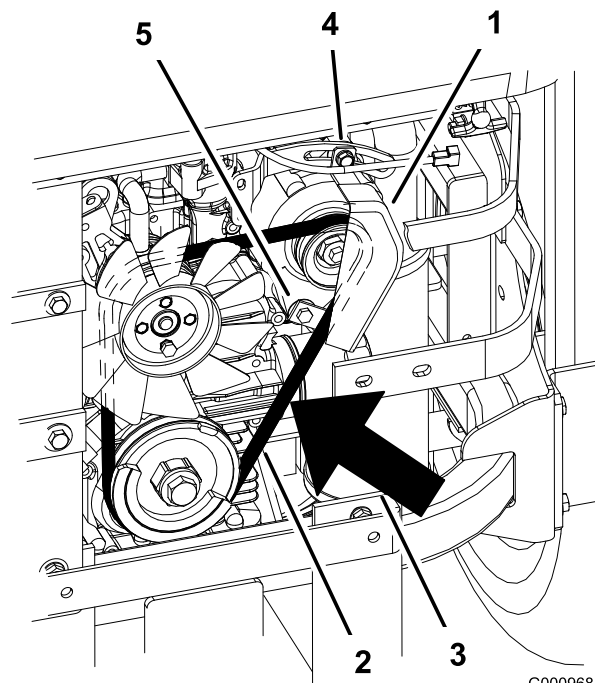

Figura 75
2. Ajuste o alternador para o exterior até haver uma deflexão de 7 a 9 mm na correia entre o motor e as polias do alternador com 10 kg de força (Figura 75).
5. Se a deflexão estiver correta, aperte os parafusos inferior e superior (Figura 75).